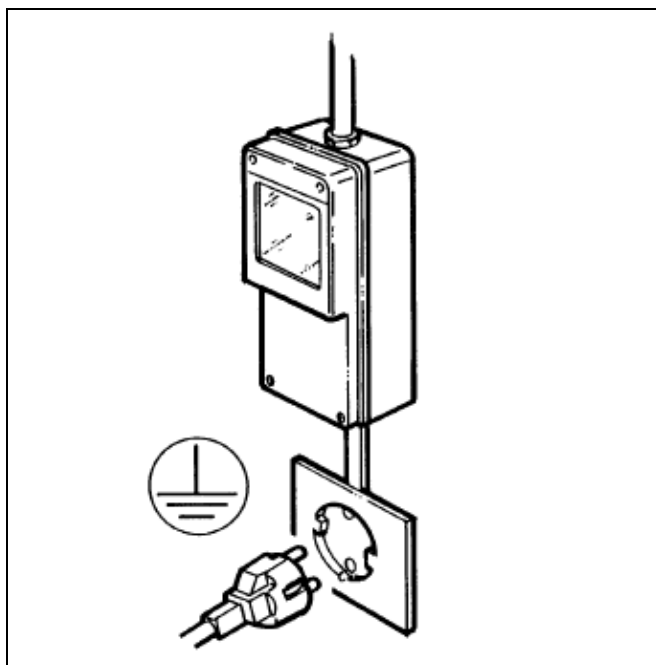

Fig. 21
- Cerciórese de que la conexión se realice a una instalación dotada de una eficaz puesta a tierra, como establecen las normas vigentes de seguridad (fig.21). Por lo tanto el fabricante no puede ser considerado responsable por eventuales daños causados por la falta de puesta a tierra de la instalación.
- Es imprescindible, para un correcto y seguro montaje, que se prepare una específica toma mandada por un interruptor magnetotérmico con distancia de apertura de los contactos igual o por encima de 3mm, de conformidad con las vigentes normas de seguridad (fig.21).